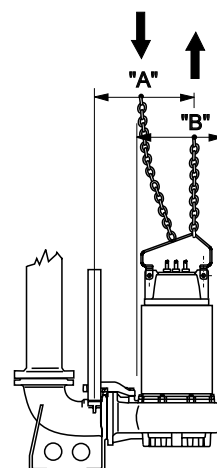

Abb. 2
- 1.5. - Wenn Sie die Elektropumpe aus ihrem Sitz entfernen möchten, trennen Sie zunächst das Stromkabel vom Bedienfeld und heben Sie sie an, wie auf Seite 78 angegeben (Abb.2). Waschen Sie die Elektropumpe mit einem sauberen Wasserstrahl von innen und außen, um eventuelle Rückstände der gepumpten Flüssigkeit zu entfernen. Achten Sie darauf, eine Schutzbrille, Gummihandschuhe, einen Mundschutz und eine wasserdichte Schürze zu tragen.